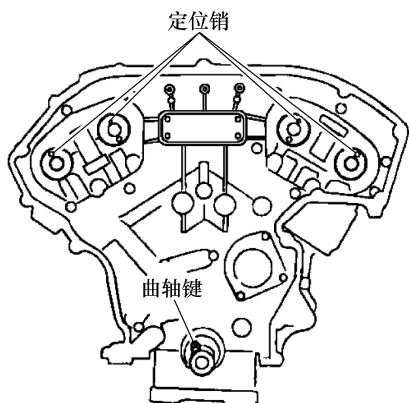

图 3-8 装入定位销
2) 确认定位销和曲轴键如图 3-8 所示定位(1 号气缸压缩行程上止点)。
即使凸轮轴没有停在如图 3-8 所示的位置, 对于凸轮轴前端的放置, 通常仍是将凸轮轴按图 3-8 中相同的方向放置。